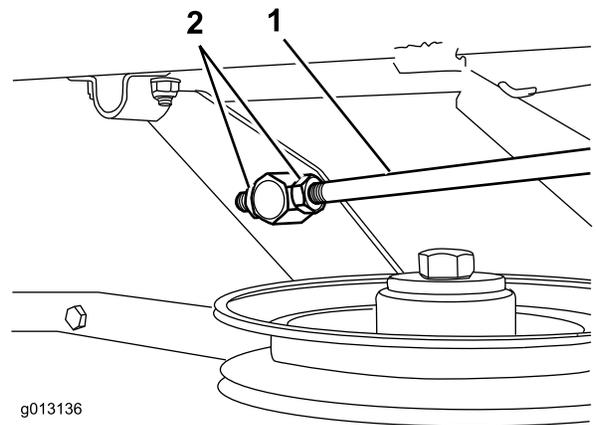

Figura 42
2. Para obtener la altura correcta de las puntas delantera y trasera de la cuchilla de la izquierda, ajuste la longitud de la varilla de acoplamiento (situada en el lado izquierdo de la máquina) (Figura 42).